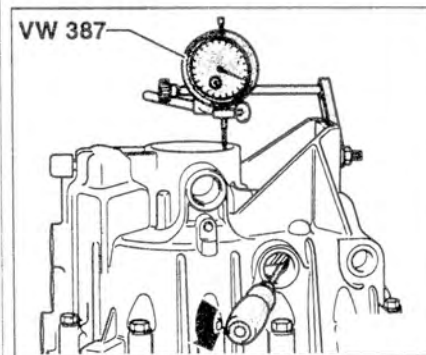

Рис. 5.72. Осторожно поднимите рычаг вверх (стрелка) и измерьте зазор на индикаторе.
16. Осторожно поднимите рычаг вверх (стрелка) и измерьте зазор на индикаторе (рис. 5.72). Установите зазор 0 мм путем выбора регулировочной прокладки требуемой толщины.*